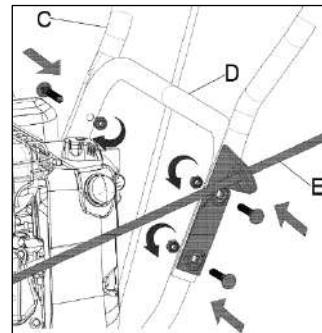

Рис. 6
Прикрепите верхнюю рукоятку (C) к нижней рукоятке (D) с помощью болтов, гаек и шайб. А также закрепите рукоятку рычага регулировки желоба (E) на рукоятке, как показано на рисунке (Рис.6). Затяните соединения гаечным ключом.